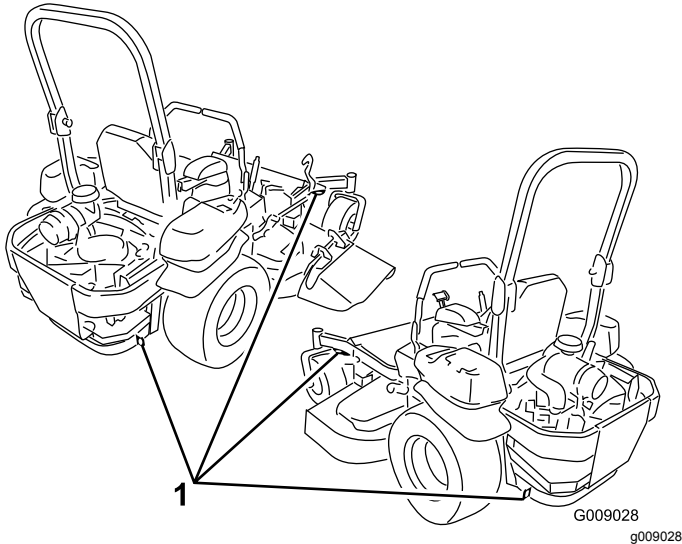

Figure 36
5. Servez-vous des points d'attache en métal de la machine pour l'arrimer solidement sur la remorque ou le véhicule de transport au moyen de sangles, chaînes, câbles ou cordes (Figure 36).